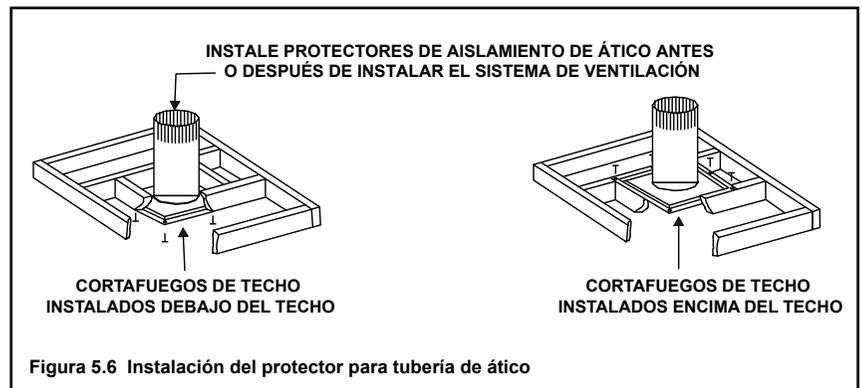

Figura 5.6 Instalación del protector para tubería de ático
- El cortafuego para techo se puede instalar por encima o por debajo de las vigas del techo cuando se instala con un protector aislante para tubería de ático. Debe estar debajo de las vigas entre los pisos que no estén aislados. Consulte la Figura 5.6.